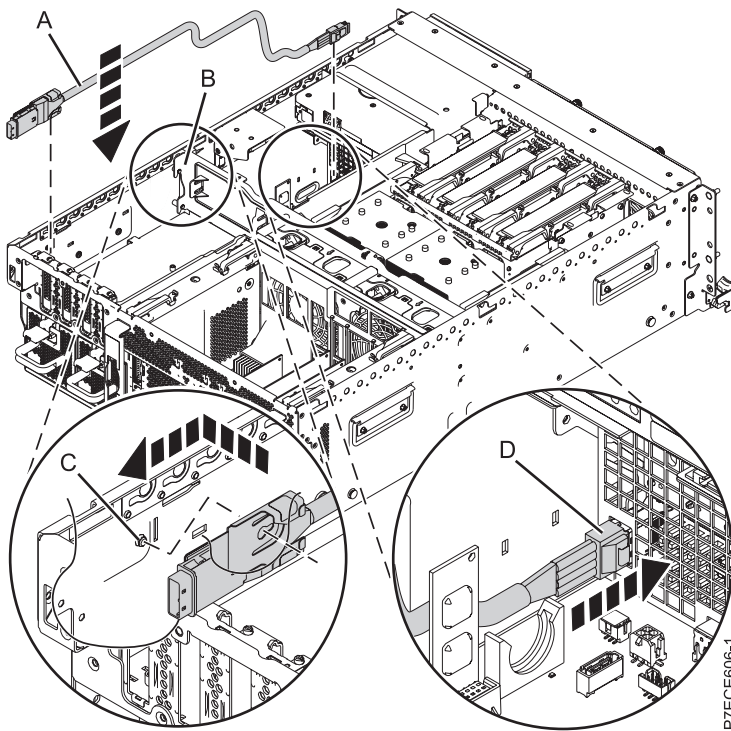

Figure 27. Installation du port SAS externe
11. Connectez le capuchon SAS du câble SAS (A) au port de connexion SAS externe situé à l'arrière du fond de panier système jusqu'à ce qu'il s'enclenche (voir figure 27).
12. Disposez le câble (A) à plat près de la paroi latérale et faites-le glisser via l'équerre centrale (B) vers le port de connexion SAS sur le fond de panier de l'unité de disque.
13. Poussez le capuchon SAS (D) dans le port de connexion SAS sur le fond de panier de l'unité de disque jusqu'à ce qu'il s'enclenche.